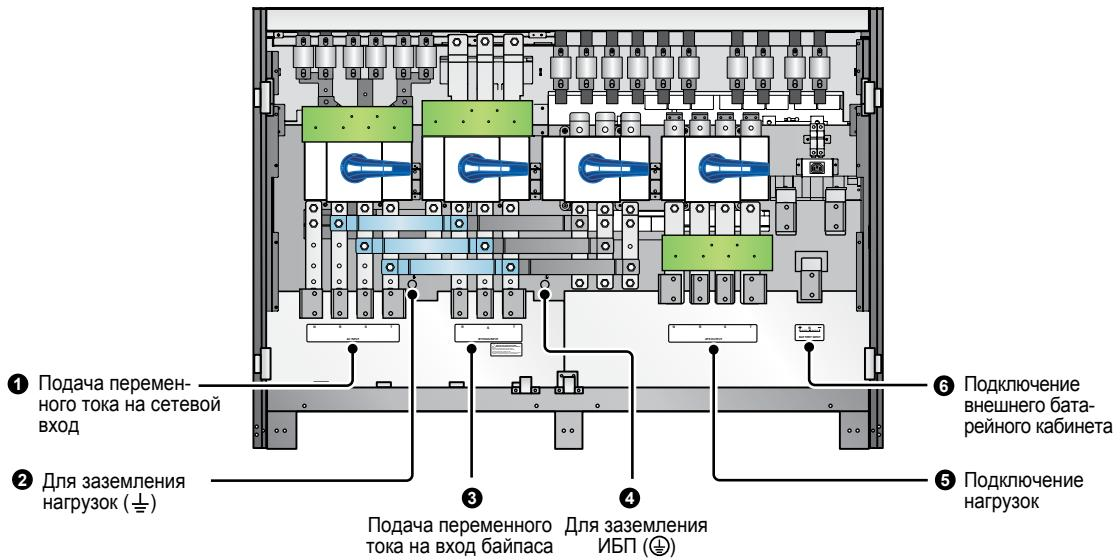

Рис. 5-10. Выходы ИБП
- 1** Откройте переднюю дверцу, снимите панель, закрывающую выводы ИБП, показанные на *Рис. 5-10*.